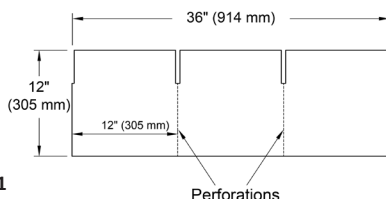

Figura 1
3. **Separa cada Teja de cumbrera TimberTex®...** es tres piezas individuales de las Tejas de cumbrera en las perforaciones previamente marcadas (consulta la Figura 1).